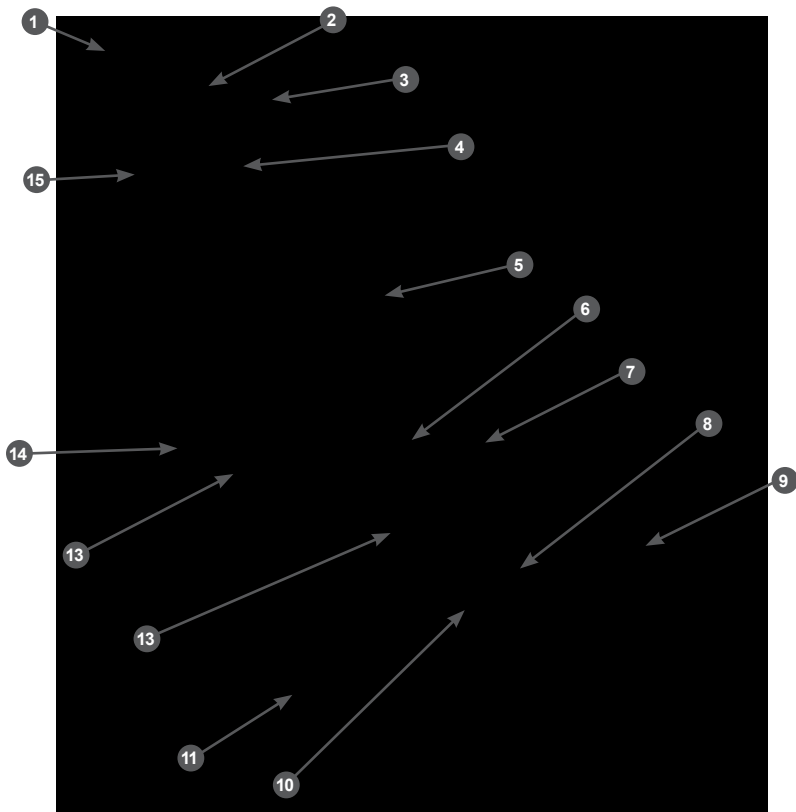

Рис. 1 Основные узлы и органы управления
Основные узлы и органы управления приведены на Рис. 1.
4. Установите панель управления 15 (Рис. 1) на рабочую рукоятку и закрепите ее.